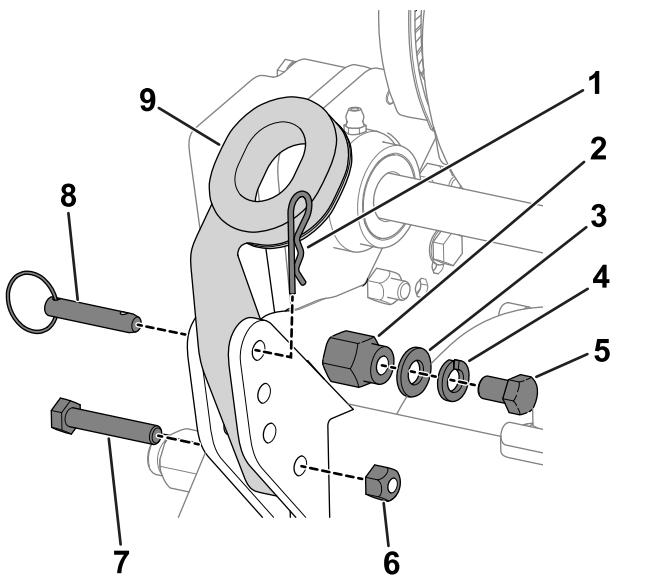

图3
1. 卸下将手柄臂底部固定到机器两侧的螺栓5/16 英寸、锁紧螺母、环形销和发卡销 图3。
2. 从机器两侧的安装销上卸下螺栓% 英寸、垫圈和锁紧垫圈 图3。
3. 将手柄端穿过手柄臂上的孔并将孔与安装销对齐 图3。
6. 用之前卸下的螺栓5/16 英寸、锁紧螺母、发卡销和环形销将手柄臂固定到机架后面 图3。